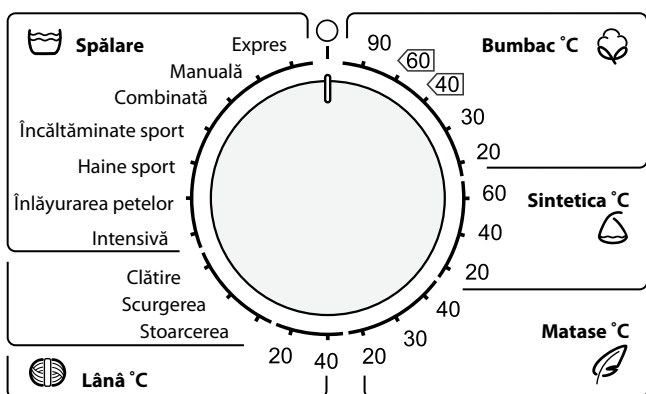

Figura 2 – Mănerul de alegere a programului de spălare
1.1.2 Selectorul este folosit pentru pornirea / oprirea mașinii și alegerea programului de spălare, în conformitate cu figura 2. În jurul selectorului sunt imprimate denumirile programelor și simbolul . Selectorul se rotește în ambele direcții (în sensul acelor de ceasornic sau în sensul contrar acelor de ceasornic), și se fixează la diviziunea corespunzătoare a programului selectat. La fixarea selectorului la simbolul  mașina se oprește.
1.3.2 Pentru a porni mașina fixați selectorul în conformitate cu figura 2 la diviziunea programului de spălare necesar – se aprind indicatorii operației de spălare a programului selectat.